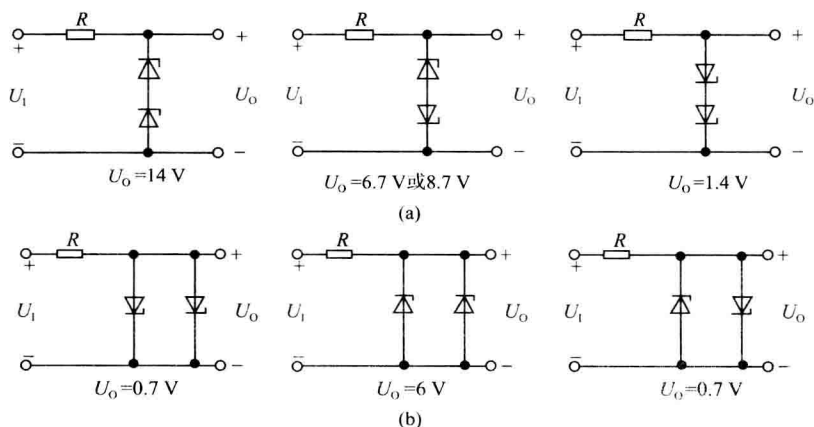

图 1.12
(1) 将它们串联相接，则可得到几种稳压值？各为多少？
(2) 将它们并联相接，则又可得到几种稳压值？各为多少？
解：(1) 串联的三种情况如图 1.12(a) 所示，故两只稳压管串联时可得 14 V、6.7 V、8.7 V 和 1.4 V 四种稳压值。
(2) 并联的三种情况如图 1.12(b) 所示，故两只稳压管并联时可得 0.7 V 和 6 V 两种稳压值。